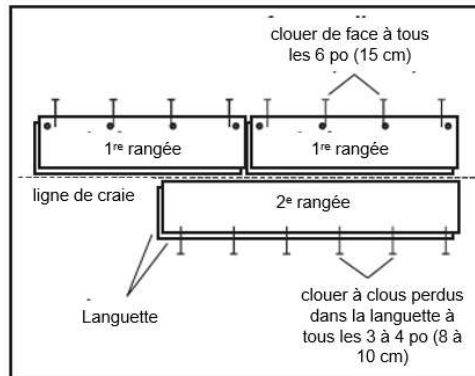

Figure 6
- Utilisez les planches les plus longues et les plus droites disponibles pour les deux premières rangées. Alignez la languette de la première rangée sur la ligne de craie. La rainure devrait faire face au mur de départ. Prépercez des trous de 1/2 po (13 mm) à partir du bord arrière (côté rainure) à partir de 1 à 2 po (2 à 5,5 cm) de chaque extrémité, à des intervalles de 6 po (15 cm) dans la mesure du possible (**Figure 6**). Fixez ces planches en utilisant des clous de finition 4 or 6d ou des